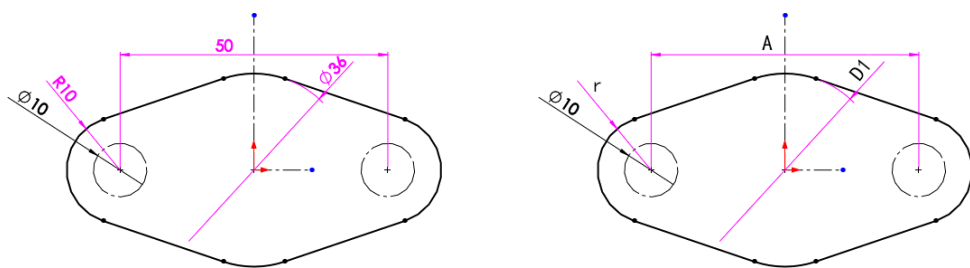

图 1-29 重命名“草图 2”的尺寸名称
STEP 2 继续操作，打开“草图 2”，也为此草图中的相关尺寸设置新的名称，如图 1-29 所示（右侧图形，同样只是表明了要设置的尺寸名称，实际操作时尺寸大小不变，为什么要如此命名可参考填料压盖的设计标准）。